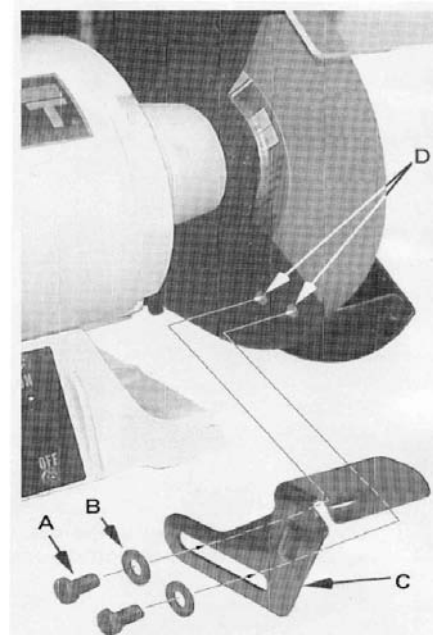

Рис. 1
Ссылаясь на Рисунок 1:
1. Выньте подручники из верхней части пенополивинилхлоридового упаковочного слоя. Имеется правый и левый подручники. Смотрите на Рис. 1, чтобы убедиться в том, что вы устанавливаете их правильно.
2. Используя болты (A) и шайбы (B) из пластикового пакета, зафиксируйте подручники, накрутив два болта (A) через две плоские шайбы (B) и кронштейн подручника (C) на корпус круга (D), как показано на Рисунке 1. Подручники должны быть отрегулированы так, чтобы между ними и шлифовальным кругом или другими используемыми аксессуарами было расстояние в пределах 1/16". По мере снашивания круга, подручник необходимо регулировать, чтобы сохранить зазор в размере 1/16".